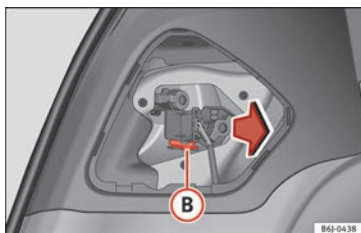

Bild 112 Demontera lamphållaren.
- Demontera lamphållaren genom att trycka på fästclipsen **B** » **bild 112** och dra den utåt.